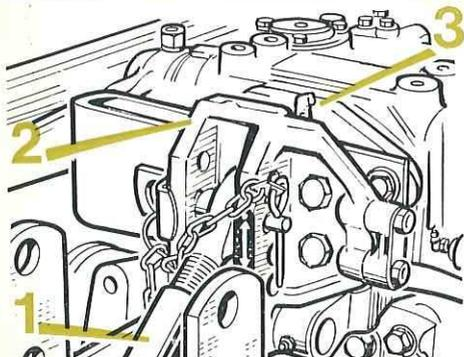

FIG. 46
- Le coin de verrouillage (3) (fig. 46) est libéré.